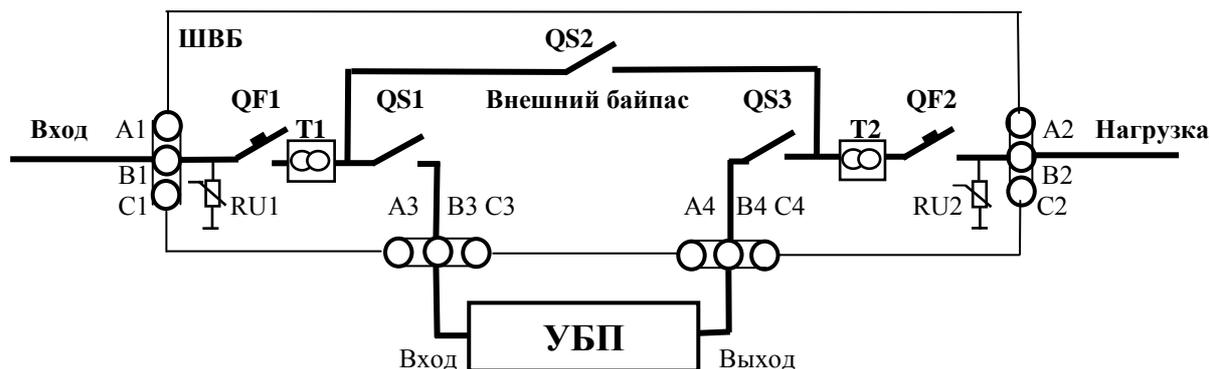

Рис. 2. Мнемосхема ШВБ
7.2.2. Положение органов управления и состояние индикаторов мнемосхем на шкафах УБП в данном режиме работы представлены в таблице 1 (мнемосхема на двери шкафа ШВБ представлена на рис. 2).
7.3.2. Нагрузка УБП без прерывания питания переключится на питание по цепи внешнего байпаса ШВБ, а шкаф УБП полностью отключается от внешней сети (светодиодные индикаторы 1÷6 на мнемосхеме шкафа УБП (рис. 2) погашены.
Светодиодные индикаторы A1, B1, C1 и A2, B2, C2 на мнемосхеме ШВБ (рис. 2) светятся желтым светом, а светодиодные индикаторы A3, B3, C3 и A4, B4, C4 – погашены.
7.3.4. В местах отключения напряжения УБП (рубильники QS3, QS1 ШВБ и автоматический выключатель QF3 в БШ рис. 2) вывесить запрещающие плакаты «Не включать. Работают люди».